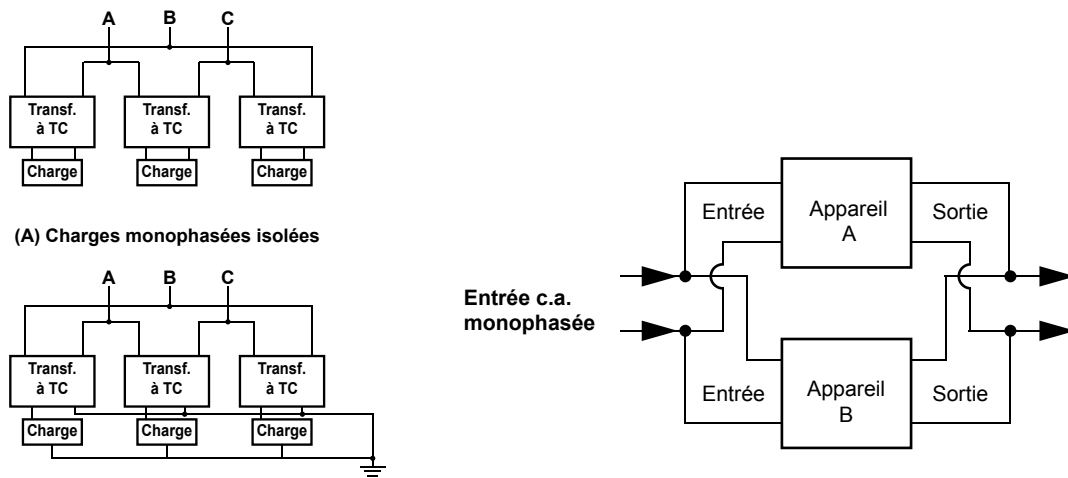

FIGURE 6
Ce modèle de circuit n'est pas destiné à alimenter une charge monophasée ligne-ligne ou une charge triphasée en triangle. Les sorties doivent alimenter trois charges monophasées indépendantes affichant le même total en volts-ampères (VA). Les branchements doivent être unidirectionnels ou birectionnels, comme indiqué dans la figure 6.